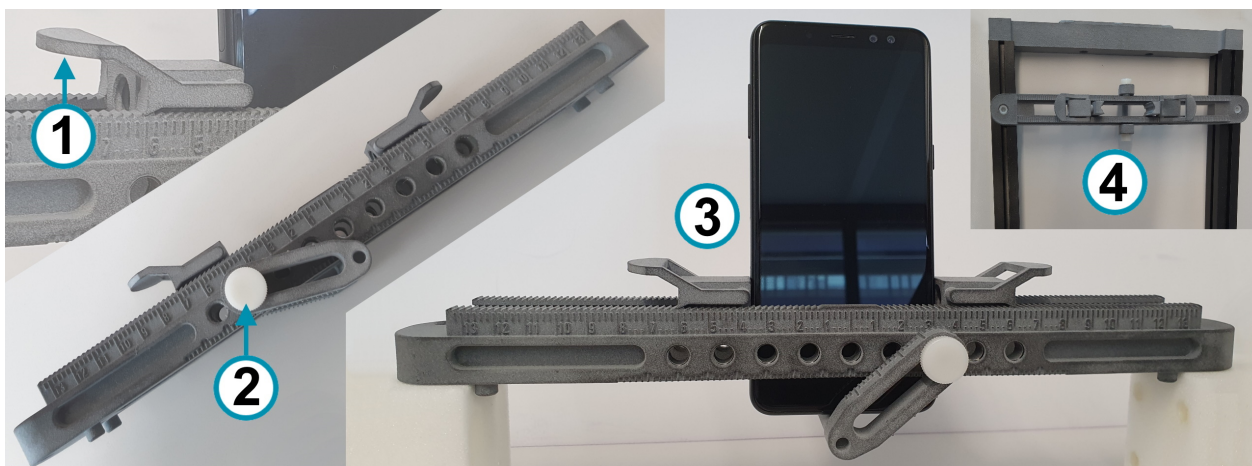

Рис. 7-10: R&S CMQ-B714A опция «DUT Clamp 1», номер для заказа 1537.6255.02
DUT Clamp 1 устанавливается в камеру с помощью держателя «Drawer Support 1» (см. фрагмент (4) на рис. 7-10) или «Inner Support 1».
DUT Clamp 2 в конфигурации с одной или двумя платами устанавливается в камеру с помощью держателя «Drawer Support 1» (рис. 7-10).